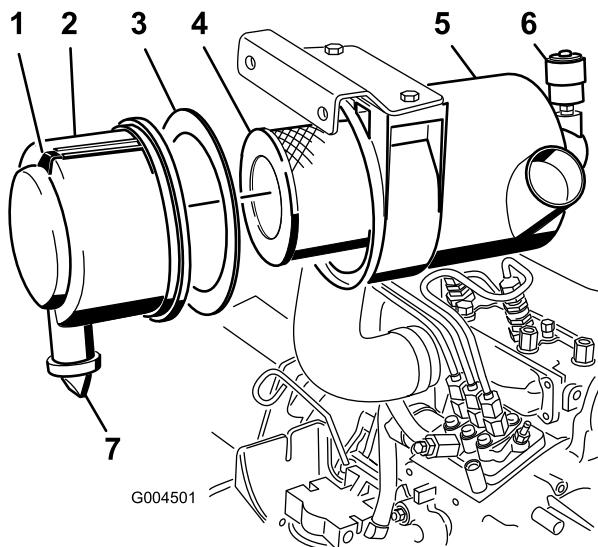

Figura 45
- Efectue a manutenção do filtro de ar quando o indicador do filtro de ar (Figura 45) ficar vermelho ou a cada 400 horas (com maior frequência em condições de trabalho muito sujas ou poeirentas). Não efectue a manutenção do filtro de ar com demasiada frequência.
- Puxe o trinco para fora e rode a cobertura do filtro de ar no sentido contrário ao dos ponteiros do relógio (Figura 45).
- Retire a cobertura do corpo do filtro de ar (Figura 45).
- Retire e substitua o filtro primário (Figura 45).
- Certifique-se de que a junta de espuma está no lugar na tampa e de que não está rasgada nem danificada (Figura 45). Se estiver danificada, substitua-a.
- Limpe a válvula de saída de borracha da tampa (Figura 45).
- Reinic peace o indicador (Figura 45), se este estiver vermelho.